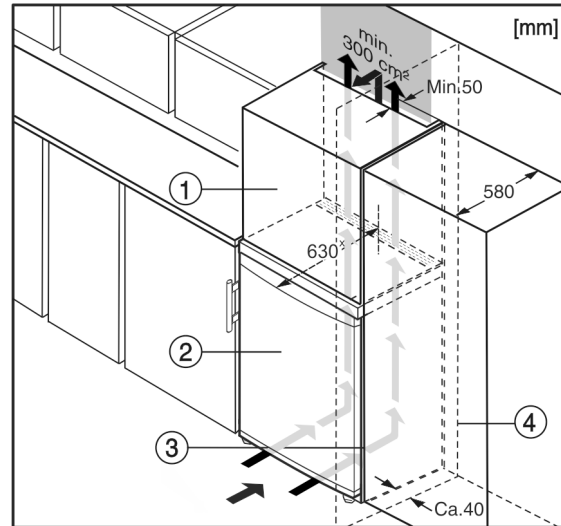

Fig. 10
- (1) Nástavná skříňka*
- (2) Přístroj*
- (3) Kuchyňská skříň*
- (4) Stěna*
Přístroj lze zabudovat do kuchyňských skříní. K vyrovnání přístroje Fig. 10 (2) na výšku kuchyňské linky lze na přístroj nasadit nástavec Fig. 10 (1).
Při montáži do kuchyňských skříní (hloubka max. 580 mm) lze přístroj instalovat hned vedle kuchyňské skříně Fig. 10 (3). Přístroj přesahuje přední stěnu kuchyňské skříně na stranách o 34 mm * a uprostřed o 50 mm *.
Když se přístroj instaluje závěsy vedle stěny Fig. 10 (4), musí být vzdálenost přístroje od stěny alespoň 40 mm. To odpovídá přesahu madla při otevřených dveřích.*